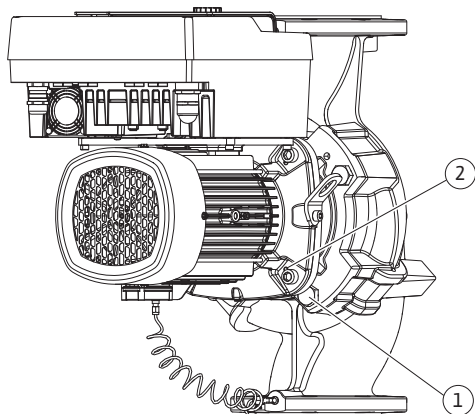

Fig. 101: Tryck bort instickssatsen via gänghålen (DN 100...DN 125)
21. Genom att skruvarna (Fig. II, pos. 10) tas bort lossas även differenstrycksgivaren från motorflänsen. Låt differenstrycksgivaren (Fig. I, pos. 8) med hållplatta (Fig. I, pos. 13) hänga på tryckmätningaledningarna (Fig. I, pos. 7). Koppla ifrån differenstrycksgivarens anslutningskabel i elektronikmodulen.
22. Pressa bort instickssatsen från pumphuset. Använd de två gänghål (se Fig. 101, pos. 1) för detta.